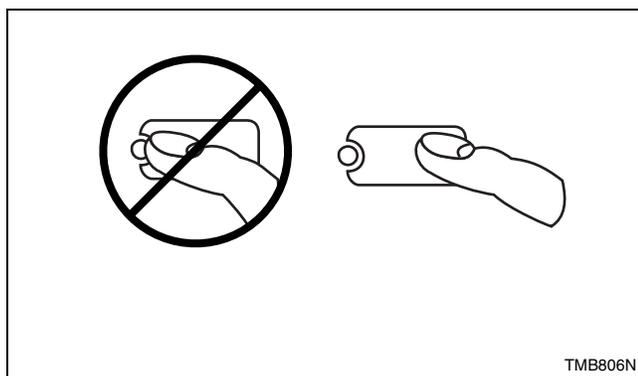

Figura 7
**NOTA:** No pulse directamente las luces o el centro de la tecla. Para efectuar una selección apropiada, pulse la tecla ligeramente a la derecha del centro. Consulte la *Figura 7*.